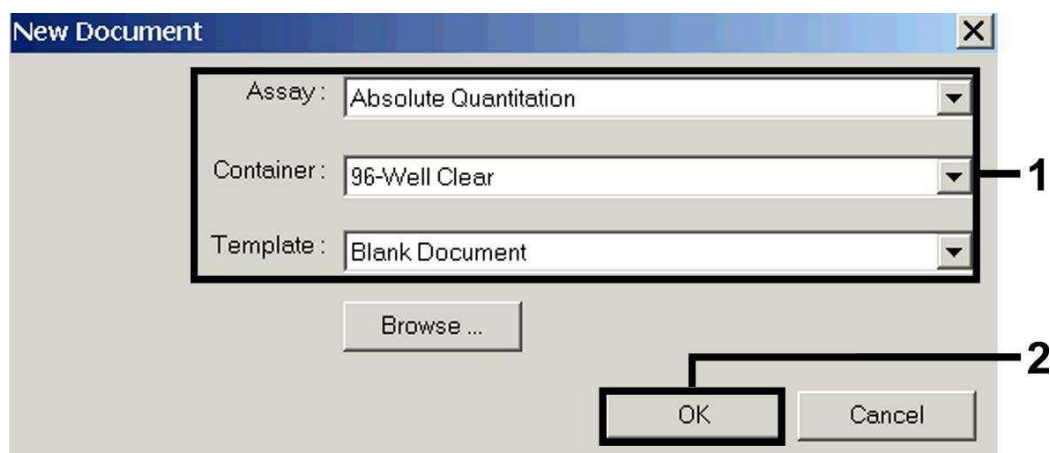

Fig. 3: Pré-definições para a criação de um novo ensaio de PCR (*New Document*).
Selecione no ABI PRISM 7000 SDS o ítem *New* do menu *File* e introduza ao novo documento os seguintes ajustes básicos (ver Fig. 3). Um Template gravado anteriormente (*SDS Template [\*.sdt]*) encontra-se à sua disposição na lista de *Template* ou pode ser seleccionado através da função *Browse* (ver capítulo 8.5.1.5 *Gravação do ensaio de PCR*). Confirme as suas definições (OK).